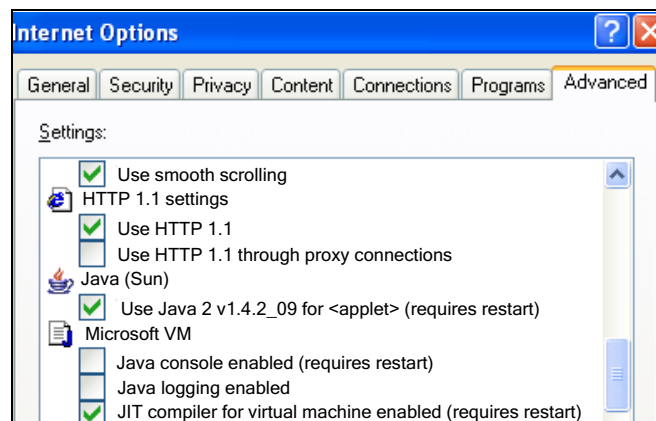

图 32: Java Internet 选项
9. T0F 200 Easy Key 软件需要有 Sun java 程序才能运行。打开您的网络浏览器选项的“高级”标签，选择 Java (Sun)，并取消选择 Microsoft VM。见图 32。如果没有 Sun Java 选项可用，则遵照 **软件操作** 步骤进行，并在出现适当屏幕和链接时装入 Sun Java 程序。